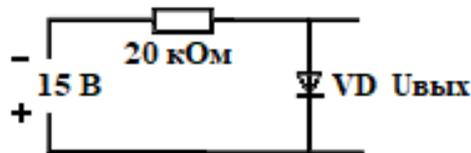

Рис. 2.60. Схема к задаче 5
5. Определить выходное напряжение в схеме на рис. 2.60, если кремниевый диод с обратным током насыщения $I_0 = 10^{-5}$ А работает при 300 К.